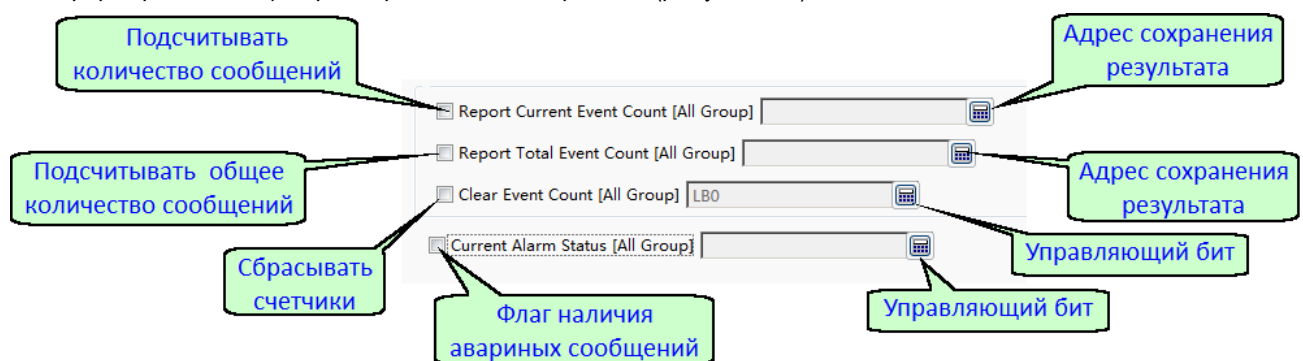

Рисунок 130 - Настройка счетчиков событий
4. Настройка счетчиков событий позволяет получить информацию об общем количестве сообщений и сформировать общий флаг при наличии аварийных (рисунок 130).